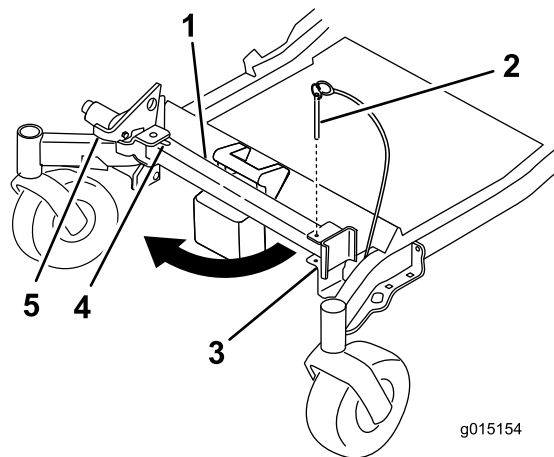

Figura 39
2. Togliete il perno dalla staffa (Figura 39).
- Riportate il supporto in posizione di riposo (Figura 39).